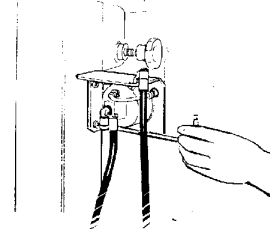

fig.35
- Collegare il supporto manometro al palo con le 2 viti in dotazione di M6 (fig.35)
- Connect the manometer holder to the column with the two M6 bolts supplied (fig. 35).
- Fixer le support du manomètre à la colonne moyennant les 2 vis en dotation de M6 (fig. 35).
- Den Druckmesserhalter mit den zwei mitgelieferten Schrauben M6 (Abb. 35) an der Tragsäule anschrauben.
- Conecte el soporte del manómetro a la columna con los dos tornillos de equipo de M6 (fig. 35).